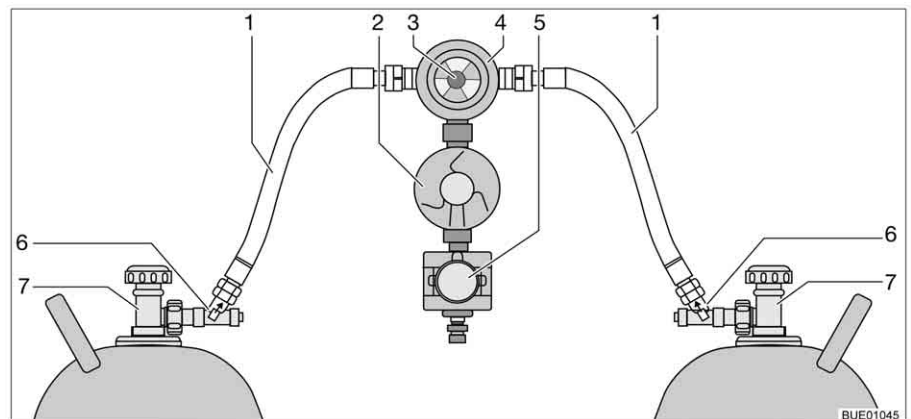

Bild 117 Crash-Protection-Unit-omkopplingsenhet
Crash-Protection-Unit består av två genomflödesbegränsare med manuell frigöring (Bild 117,6), en omkopplingsventil (Bild 117,4) med tryckregulator (Bild 117,2), en elventil (Bild 117,5) och kontrollenheten med trefärgad lysdiod. Omkopplingsventilen är monterad mellan de båda gaslangarna (Bild 117,1).
Med vredet (Bild 117,3) på omkopplingsventilen ställer du in vilken gasflaska som ska användas som driftflaska och vilken som ska användas som reservflaska.
Med kontrollenheten (Bild 118) kan endast de elektriska funktionerna styras. Gasflaskornas huvudavstängningsventiler (Bild 117,7) och frigöringarna (Bild 117,6) måste öppnas för hand.
- Öppna huvudavstängningsventilerna på gasflaskorna (Bild 117,7).
- Tryck in frigöringarna (Bild 117,6) i tio sekunder efter varandra.
- Med vredet (Bild 117,3) på omkopplingsventilen (Bild 117,4) väljs gasflaskan, som ska prioriteras (driftflaska).
- Stäng huvudavstängningsventilerna på gasflaskorna (Bild 117,7).